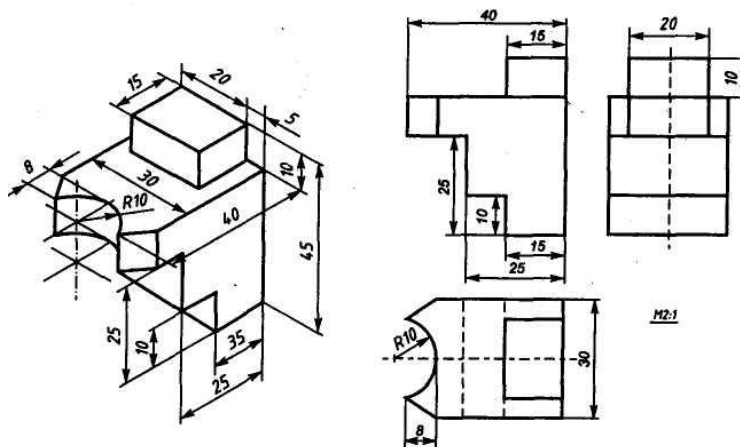
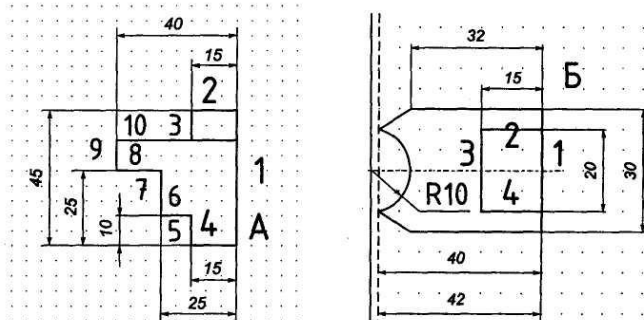

Рисунок 37 – Чертёж детали
Рисунок 38
**ЗАДАНИЕ 1.** Выполнить чертёж детали в трех проекциях, при построении использовать сетку (рис.37). Масштаб 2:1.
11. Зафиксируйте с помощью ЛКМ первую точку отрезка на пересечении вспомогательных прямых (точка А рис.38) и начните построение отрезка длиной 45мм, отсчитывая 9 узлов сетки от точки А с помощью кнопки **вверх** на клавиатуре.
13. Повторяем пп.10-12 для других отрезков (см. рис.38). Стрелки – это соответствующие кнопки на клавиатуре.
14. Для завершения вида спереди необходимо построить вид сверху. Отступаем от точки А (рис.37) 8 узлов сетки вниз – это правая верхняя точка вида сверху (рис.38, точка Б).